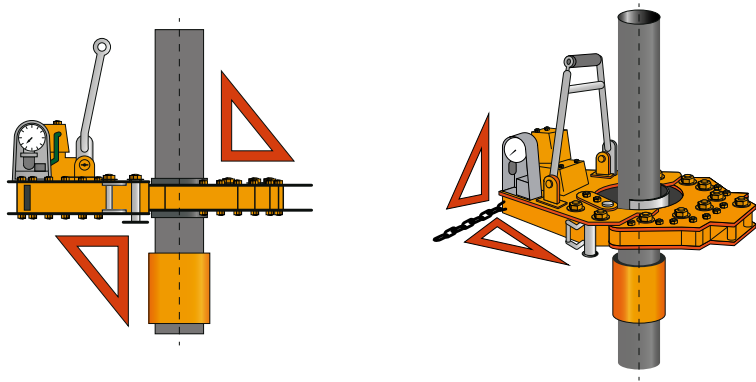

Imagen. 16
- Una la línea guía de la pinza eléctrica a una vara de apoyo en un ángulo de 90° con respecto a la pinza eléctrica; chequee el tamaño de la pinza eléctrica y la terraja de apoyo, y posícionelas en el cuerpo del tubo. Las terrajas deben estar limpias y ajustarse adecuadamente al cuerpo del tubo (vea imagen 16, 17).